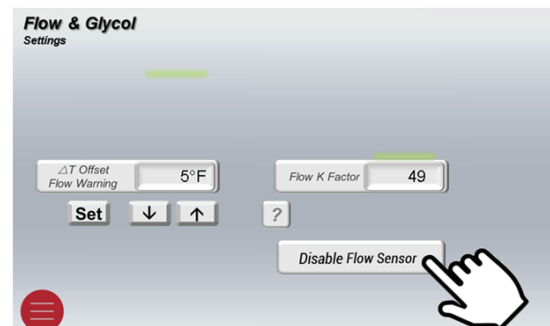

Figure 65. Désactiver le capteur de flux
3. Vous verrez un bouton « Désactiver le capteur de flux, appuyez pour désactiver. Voir la **Figure 65**.